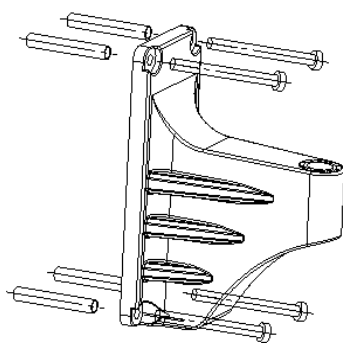

Fig.1
4. Fixe o suporte com quatro parafusos auto-roscantes, (Fig.1)